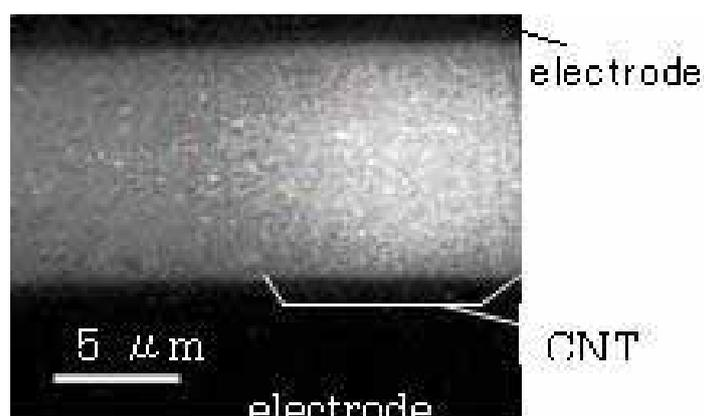

図 4. CNT の蛍光修飾
0.6MHz, 1 MVp/m の電界下における様子が図である。電極間の一部が明るくなる様子が見られた。CNT が誘電泳動されて電極間に集まってきたものと思われる。だが、電界強度が強い電極端に CNT が引き寄せられて留まる様子は見られない(図 4)。印加電圧を上げていき、電界強度が 8 MVp/m 程度に達したところで CNT が電極端に引き寄せられる様子が観察された(図 5)。